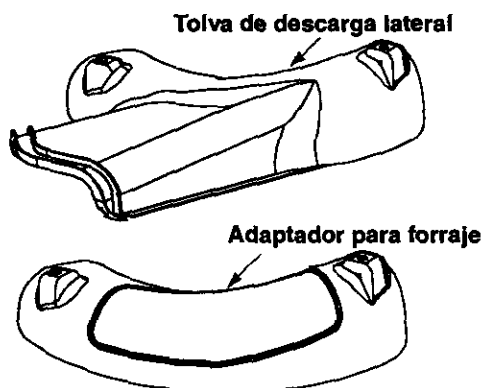

Figura 1
1. Retire las piezas sueltas del recolector de pasto y/o de la caja con mucho cuidado. Compare con la lista más abajo y las ilustraciones de piezas en Figura 1.